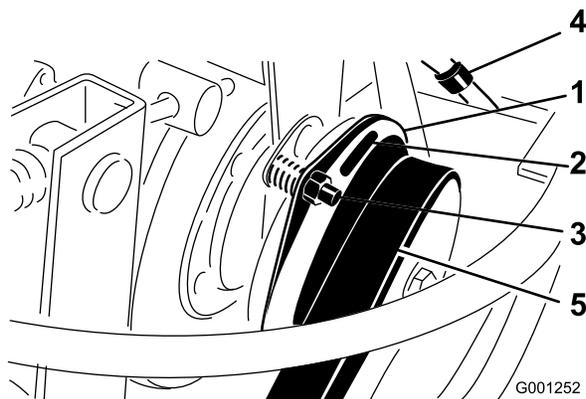

図 66
3. クラッチのライニングと摩擦プレートとの間のギャップを 0.4 mm のすきまゲージが通れるように調整する (図 66)。調整ナットを右に回すと隙間が小さくなる (図 66)。隙間の最大値は 0.8 mm である。3 か所すべてでエアギャップ調整を行う。